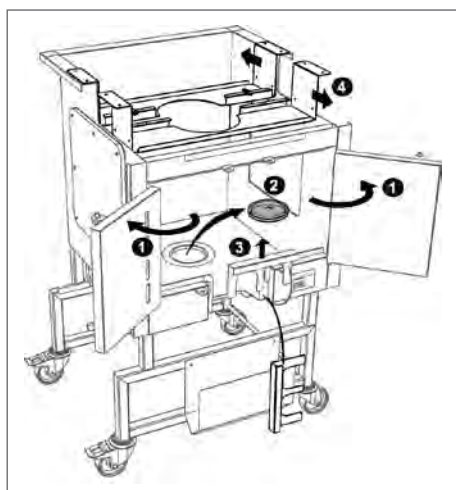

Abbildung 43
5. Entfernen Sie die Sicherungen von der vorderen Klapptür und öffnen Sie diese. Schieben Sie die Klappe des Systems mit den vier Anschlüssen aus ihrer Position nach oben und nehmen Sie sie ab (siehe Punkt 1 und 3 in Abb. 43).
6. Positionieren Sie die Klemmenhalterung oben auf dem Palletank® und schieben Sie die beiden Teile auf (siehe Punkt 4 in Abbildung 43).
7. Nehmen Sie die Zentriervorrichtung ab (siehe Punkt 2 in Abb. 43).